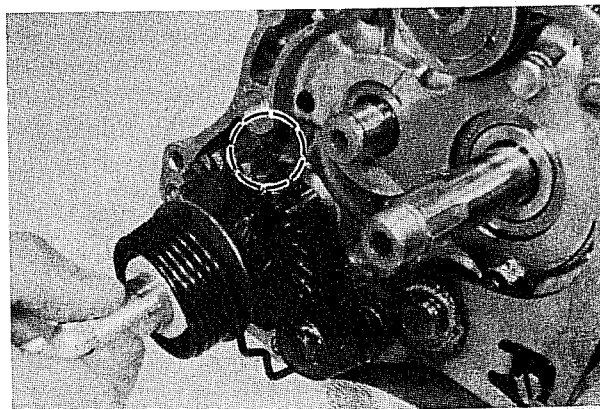

Bild 68
- Darauf achten, dass der Kickstarteranschlag am Vorsprung des Kurbelgehäuses ansteht (Bild 68).